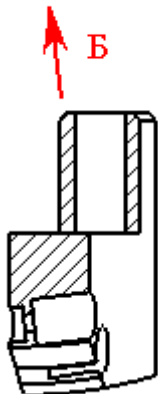

Рис. 12
- Нажмите клавишу **Ctrl** для разрыва проекционной связи между видами, переместите курсор и нажмите в графической области там, где необходимо разместить вид (рис. 12);